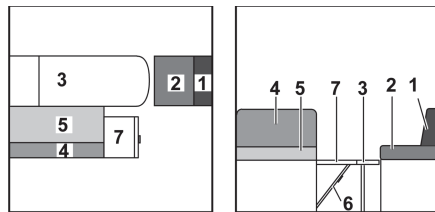

Fig. 168 Pendant la transformation
- Rabattre la rallonge de la banquette (Fig. 168,7) vers le haut et enclencher avec le rabat.
- Enlever le coussin de dossier du siège longitudinal (Fig. 168,1) et le placer de côté.
- Tirer le coussin d'assise du siège longitudinal (Fig. 168,2) vers l'avant jusqu'à la table.
- Tirer le coussin d'assise de la banquette (Fig. 168,5) vers l'avant, sur la table.
- Rabattre le coussin de dossier de la banquette (Fig. 168,4) et le tirer sur la rallonge de la banquette.
- Placer le coussin supplémentaire (Fig. 168,9) entre le coussin d'assise et le coussin de dossier.
- Placer les coussins supplémentaires (Fig. 168,10, 11 et 12) entre la cloison latérale et les coussins disposés sur la table et le plateau d'assise.